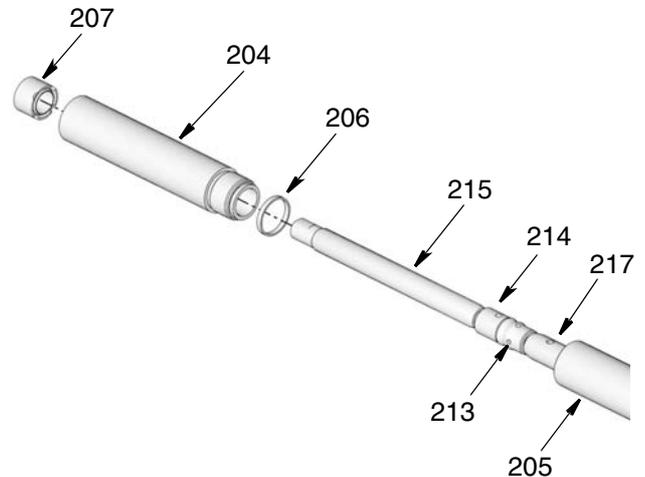

Рис. 29
18. Отделите цилиндр насоса (204) от распорного цилиндра (205) с помощью двух плоских гаечных ключей, поворачивая их в противоположных направлениях для ослабления затяжки распорного цилиндра. Когда затяжка цилиндра (204) будет достаточно ослаблена, открутите его усилием руки и снимите с другой секции (Рис. 29).